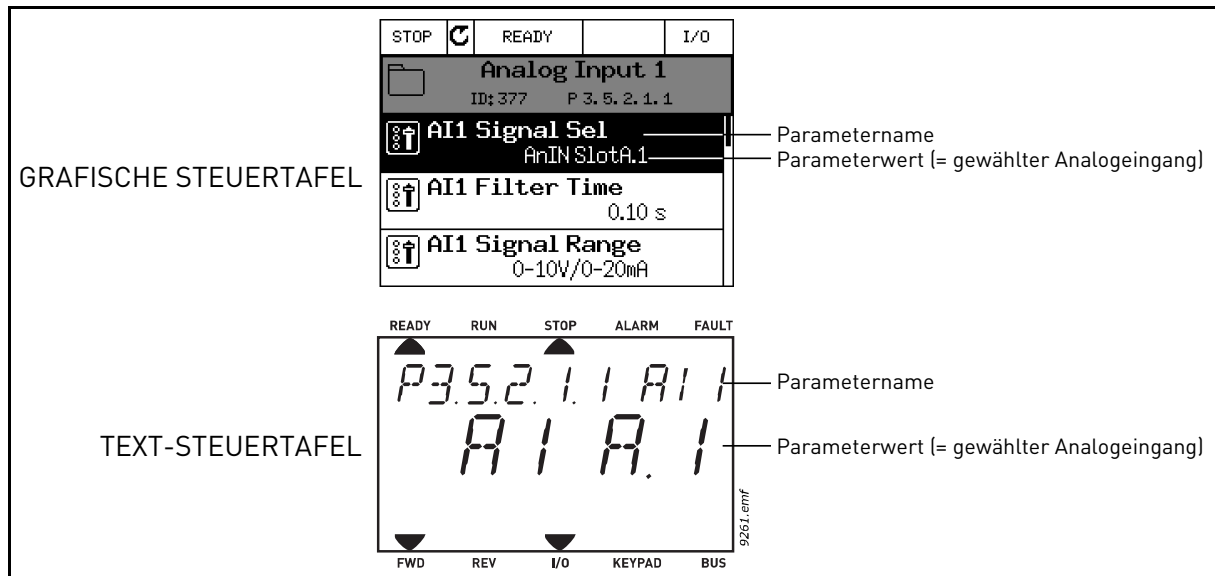

Abbildung 65.
2. Sie befinden sich nun im Modus Ändern , und der Steckplatz-Wert DigIN SlotA . blinkt und ist unterstrichen. (Sollten Ihnen in ihrer E/A mehrere Digitaleingänge zur Verfügung stehen, zum Beispiel über eingesteckte Optionskarten in den Steckplätzen C , D oder E , können diese ebenfalls hier gewählt werden.) Siehe Abbildung 65.	2. Sie befinden sich nun im Modus Ändern , und der Buchstabe d blinkt. (Sollten Ihnen in ihrer E/A mehrere Digitaleingänge zur Verfügung stehen, zum Beispiel über eingesteckte Optionskarten in den Steckplätzen C , D oder E , können diese ebenfalls hier gewählt werden.) Siehe Abbildung 65.